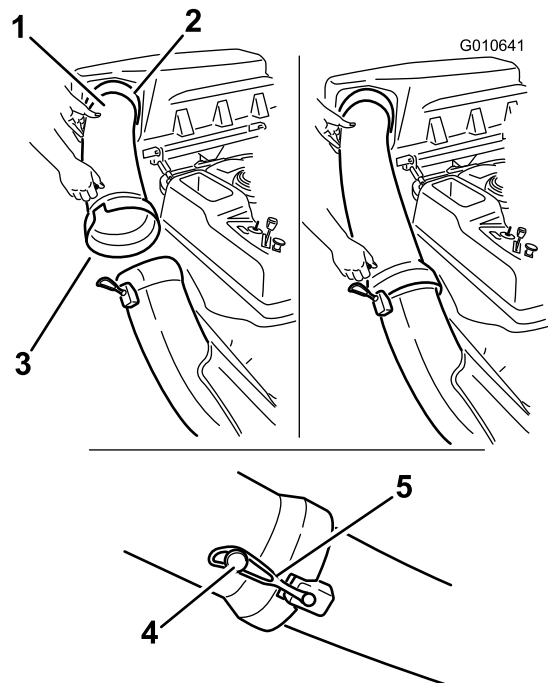

Figure 24
1. Glissez l'extrémité courbe du tube d'éjection dans l'ouverture du couvercle du système de ramassage (Figure 24).
2. Glissez l'extrémité évasée du tube d'éjection sur l'extrémité de la goutte. Accrochez la sangle en caoutchouc de la goutte à l'ergot situé sur le tube d'éjection pour la fixer en position (Figure 24).